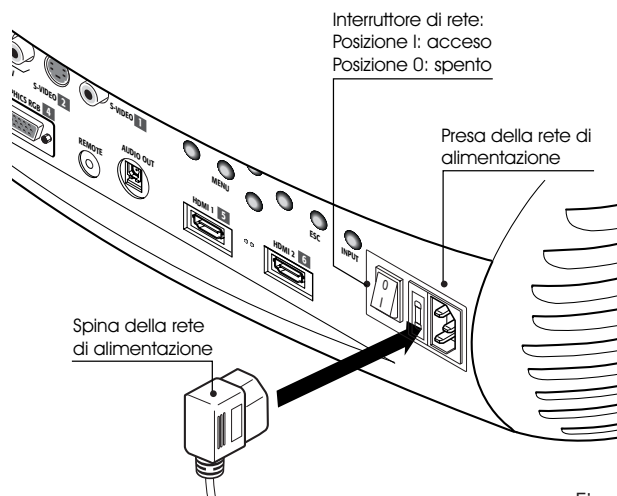

Fig. 12
**ATTENZIONE:** Collegare il proiettore ad una rete elettrica di alimentazione a tensione nominale compresa entro i valori 100-240 Vac, 50/60 Hz e fornita di messa a terra (Fig. 12).